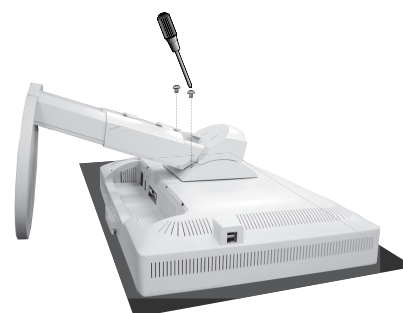

Рисунок S.3
3. Положите монитор экраном вниз на поверхность, которая не поцарапает экран (**Рисунок S.3**).
4. Отверните 2 верхних винта, с помощью которых монитор крепится к подставке (**Рисунок S.3**).